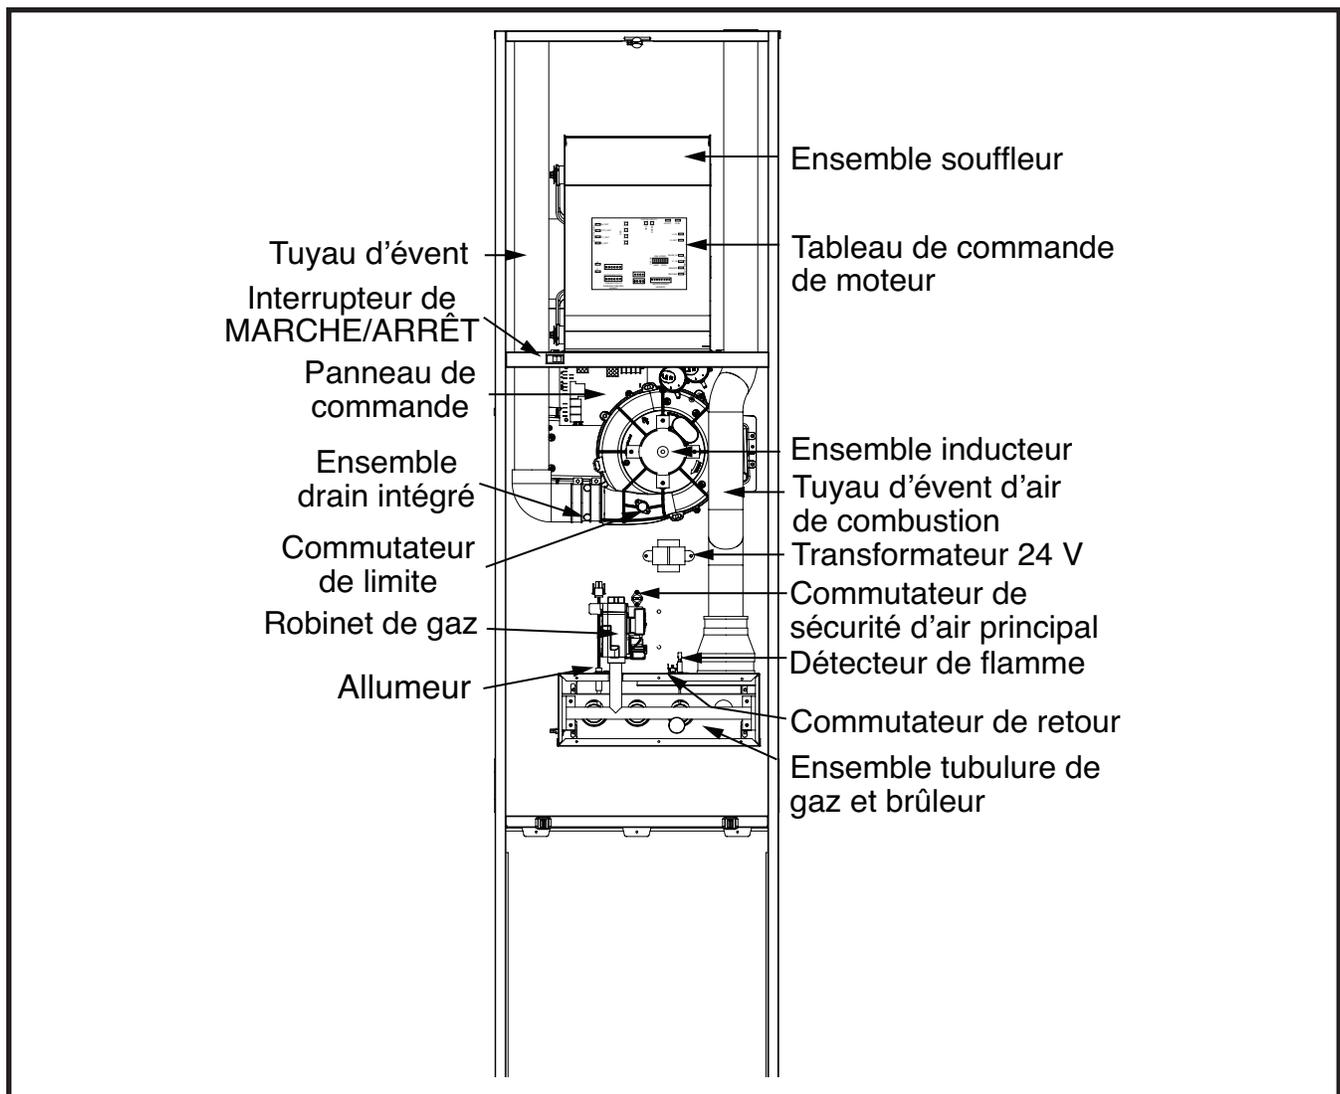

Figure 23. Composants de la fournaise
Nettoyage des brûleurs - Si les brûleurs doivent être nettoyés, suivez les étapes 1 à 12. Pour l'emplacement des composants, consultez la Figure 23 \(page 29\).
- Si le souffleur d'inducteur fonctionne et que les éléments ci-dessus ont été vérifiés, vérifiez le commutateur de sécurité du souffleur et le réenclencher au besoin. Pour l'emplacement des composants, consultez la Figure 23 \(page 29\).
Les descriptions ci-dessous sont celles de différents composants fonctionnels qui ont une incidence sur le fonctionnement et l'arrêt de cette fournaise. Certains de ces composants et leurs emplacements sont montrés dans la Figure 23. S'il faut remplacer l'un des composants de la fournaise, utilisez uniquement des pièces de remplacement homologuées par le fabricant, indiquées dans la liste de pièces de remplacement fournie en ligne.